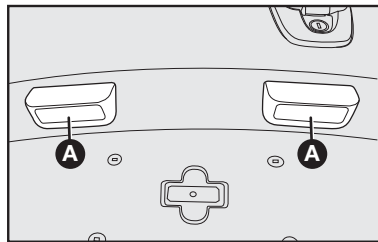

fig. 19
## LUZ DE PLACA - fig. 19
- 1) retirar o refletor com a lâmpada queimada **A-fig. 19** empurrando-o com suavidade para a direita e desencaixá-lo com cuidado da sua sede.